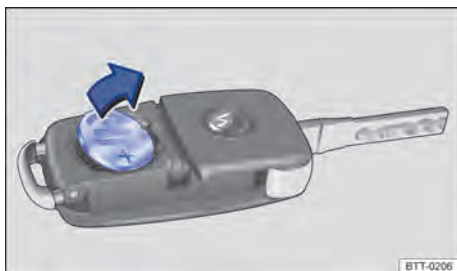

Fig. 22 Chave do veículo com comando remoto: remover a bateria.
- Remover a bateria do alojamento da bateria com uma ferramenta adequada → Fig. 22.
- Posicionar a nova bateria conforme indicado → Fig. 22 e pressionar no sentido contrário ao da seta para dentro do alojamento da bateria →